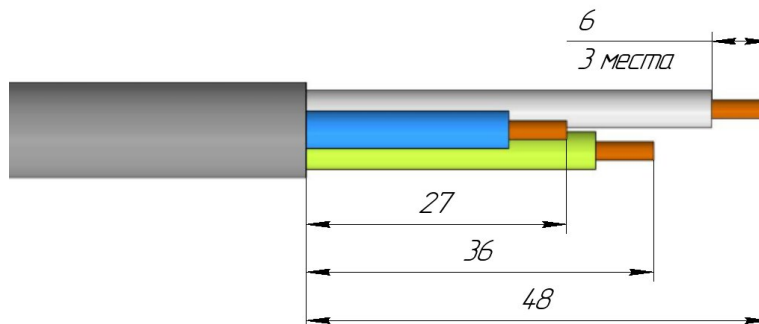

Рисунок 3
- 3.2.10 Удалить изоляцию жил круглого кабеля на длину 6 ± 1 мм от края (рисунок 3).